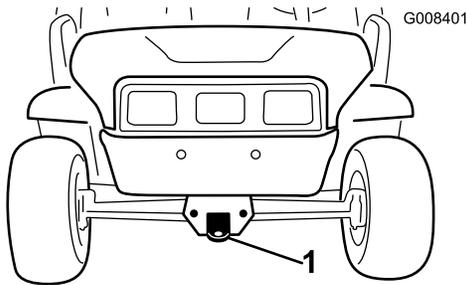
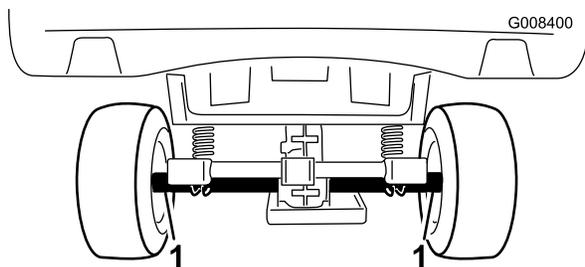

図 21
図 22
2. 機体前部にある牽引トングにロープなどの牽引索を取り付ける 図 21。
長距離を搬送する場合には、機体と同じ幅のランプ板のついたトレーラを使用してください。その場合、車体をトレーラに確実に固定して輸送してください。ロープがけのポイントについては 図 21 と 図 22 を参照してください。